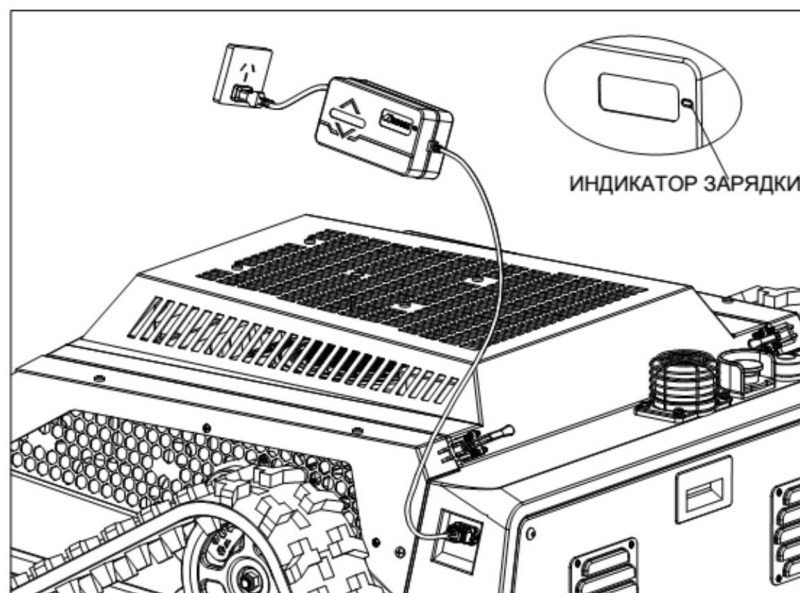

Рисунок 6 – Зарядка аккумуляторных батарей косилки
- 2) Вставить кабель зарядного устройства в разъём зарядки косилки (рисунок 6), другой конец подключить к розетке.